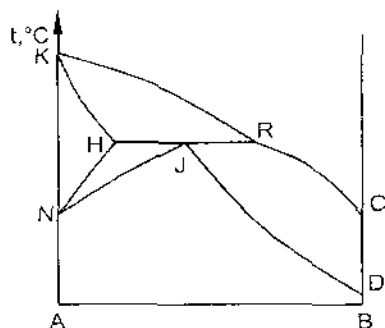

Рисунок 2
3. Какая линия на диаграмме (рисунок 2) характеризует конец кристаллизации всех сплавов системы?